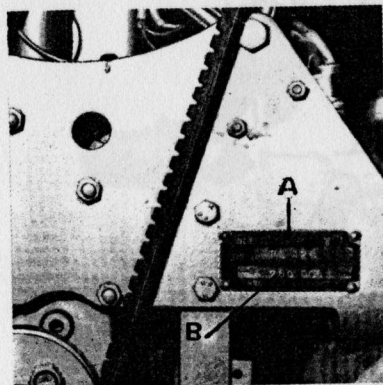

Fig. A 3
2.1. MOTEUR (fig. A 3)
2.1. ENGINE (fig. A 3)